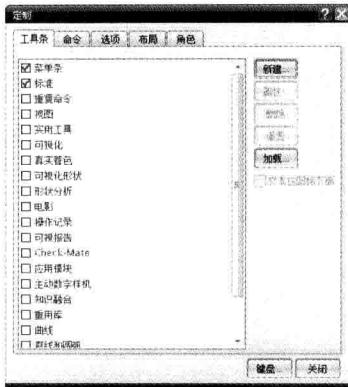
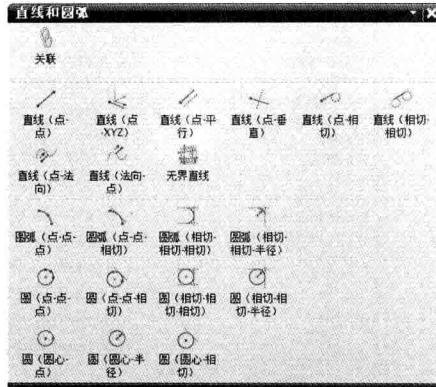

图 1-3 “定制”对话框
图 1-4 “直线和圆弧”工具栏
(1) 定制方法。在图形界面中单击“工具”|“定制”命令，弹出“定制”对话框，如图1-3所示；选中“直线和圆弧”复选框，弹出“直线和圆弧”工具栏，如图1-4所示。